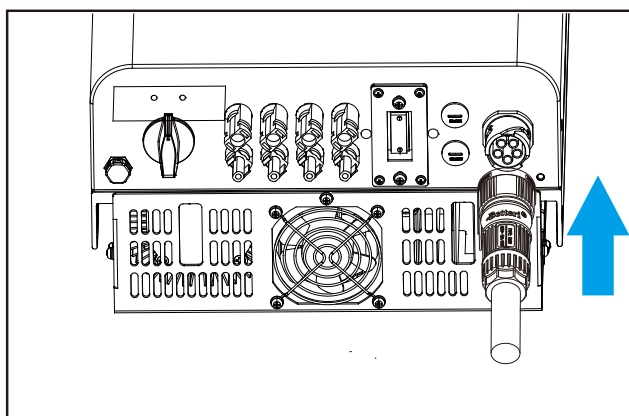

Figura 5.10 Conexão de entrada CA
Passo 6: Conecte os terminais ao inversor conforme mostrado na figura 5.10.